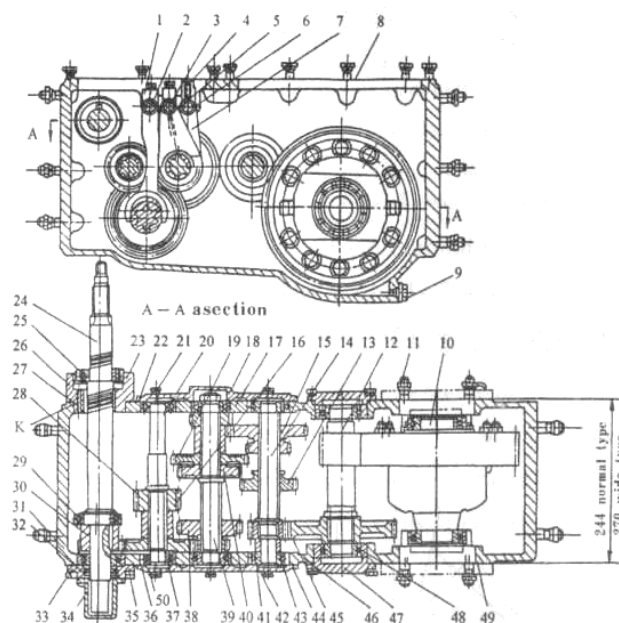
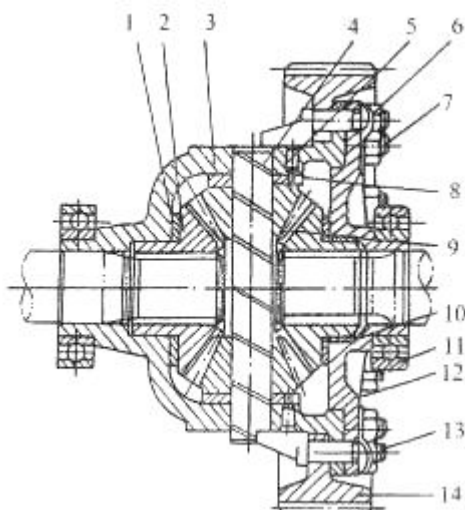
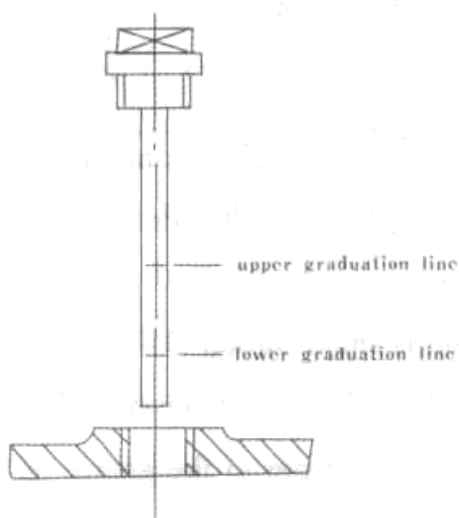

Рис. 3-4 Коробка передач
Рис. 3-6 Дифференциал
Рис. 3-9. Щуп коробки передач.
Данная коробка передач состоит из переключателя передач, редуктора, дифференциала и механизма управления. В коробке передач находится 6 валов, расположенных перпендикулярно. (рис. 3-4)
Дифференциал (рис. 3-6) поддерживается на корпусе коробке передач двумя подшипниками (6210) с глубокими пазами в трубку полуоси.
Шестерни, подшипники и другие движущиеся детали смазаны разбрызгиваемой смазкой. Слишком низкий уровень масла снизит эффект смазывания. Слишком высокий уровень масла увеличит сопротивление среды и приведет к повышению температуры масла. Нормальный уровень масла должен быть в пределах двух уровней на щупе (рис. 3-9). На первом вале имеется масляный шлиц головка на двух сторонах правого конца подшипника (рис. 3-4), чтобы не допустить вытекание масла из вала. Масло выталкивается шлицом головки обратно в коробку передач через возвратное отверстие К. Масло циркулирует постоянно во время работы, чтобы производить смазку подшипников.
- (1) Зазор шестерни первого вала выставляется при помощи изменения толщины картонной прокладки 23 или 33 (рис. 3-4); зазор шестерни V вала выставляется при помощи изменения толщины картонной прокладки 46.
- (2) Зазор шестерни II, III, IV валов выставляется при помощи изменения (или замены) толщины втулок 16 и 43;
- (3) Зазор шестерни дифференциала регулируется при помощи изменения толщины картонной прокладки 49. Зазор планетарной шестерни дифференциала 9 и шестерни полуоси 2 регулируется при помощи изменения (или замены) толщины прокладки 8 и втулки 10 (см. рис. 3-6). Зазор нового трактора отрегулирован правильно.